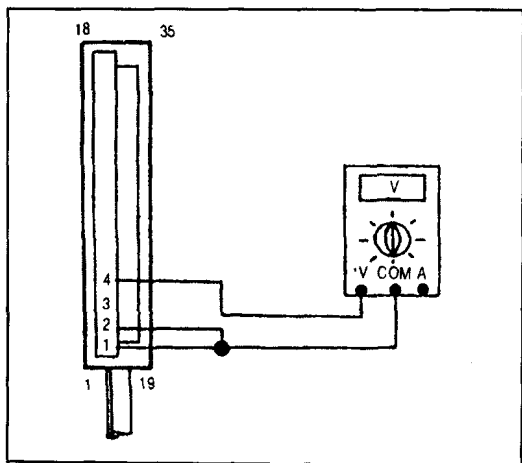

图 2-2 检查 ECM 电源
(1) 关闭点火开关后, 拆下 ECM 的连接器, 在 ECM4 号端子上连接万用表的正极(⊕), 而其负极连接在 ECM1 号端子和 2 号端子上。这时电压表应指示蓄电池电压, 如图 2-2 所示。
(2) 如果没有蓄电池电压, 应检查一下熔断丝 F_6 号(15A)是否断路。如果没有断路, 再检查从蓄电池 30 号端子到 ECM4 号端子连接线是否正常。